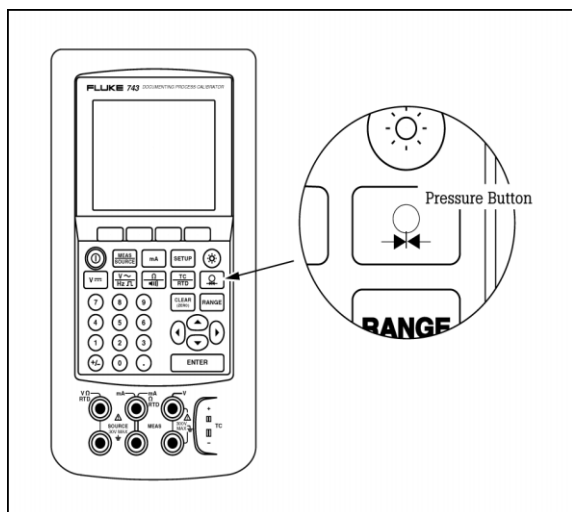

图 13
3、当接线完成，假设你正处于刚开机状态 (测量屏幕)，选择压力键 (位于量程键正上方，图 13)。